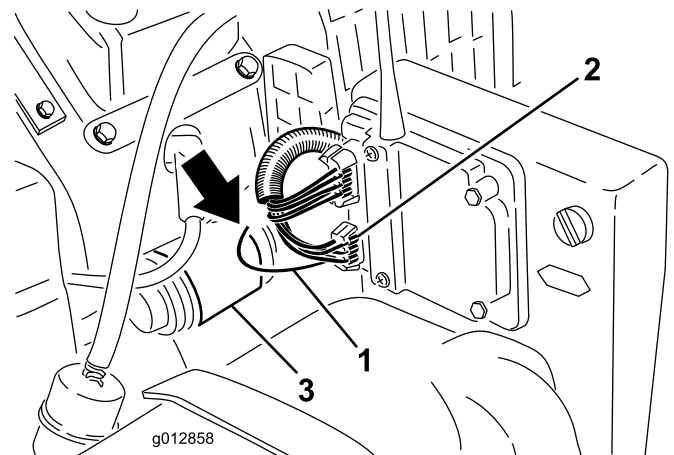

Figure 24
1. Trouvez le jaune rayé de noir qui est engagé dans le tube du faisceau de câblage sortant du connecteur à 6 broches au niveau du récepteur (Figure 24). Sortez le fil du tube.